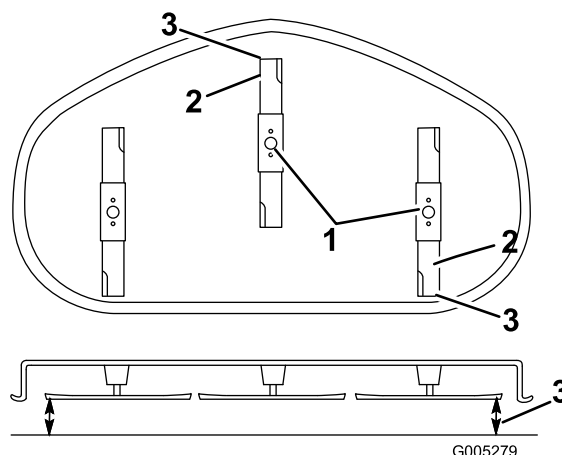

Figura 45
5. Ponga la altura de corte en **D** (76 mm) y gire con cuidado las cuchillas hasta que estén alineadas hacia adelante y hacia atrás (Figura 45).
6. Mida entre la punta de la cuchilla delantera y la superficie plana y entre la punta de la cuchilla trasera y la superficie plana (Figura 45). Si la punta de la cuchilla delantera no está entre 1,6 y 7,9 mm más baja que la punta de la cuchilla trasera, ajuste la contratuerca delantera.
9. Compruebe la inclinación longitudinal de nuevo después del ajuste. Siga ajustando la tuerca hasta que la punta de la cuchilla más avanzada esté entre 1,6–7,9 mm más baja que la punta de la cuchilla más atrasada (Figura 45).